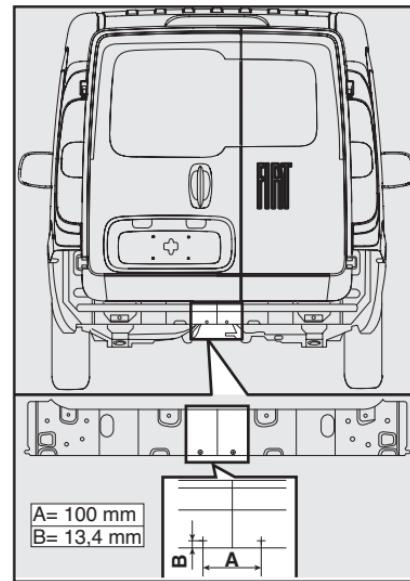

fig. 12
De acordo com o tipo de gancho de reboque genuíno Fiat (quando disponível para o modelo), pode ser necessário furar também a travessa traseira. Se essa operação for necessária, o dimensionamento e a posição dos furos estão ilustrados na **fig. 12** (ver detalhes na mesma figura).
13) Colocar o macaco no suporte das ferramentas **fig. 12**, encaixando de modo a evitar vibrações, ou que se solte durante a marcha.